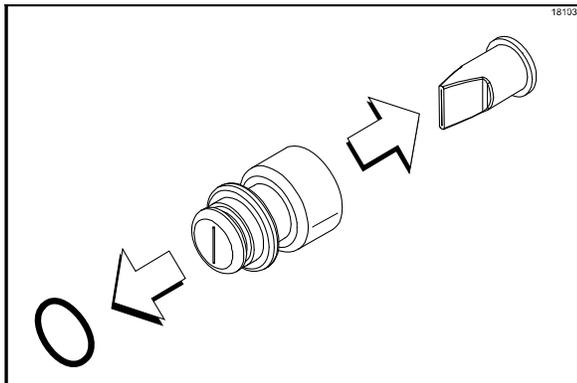

図29
10. シロップノーズフィッティングからダックビルバルブとリングを取り外します(図29を参照)。